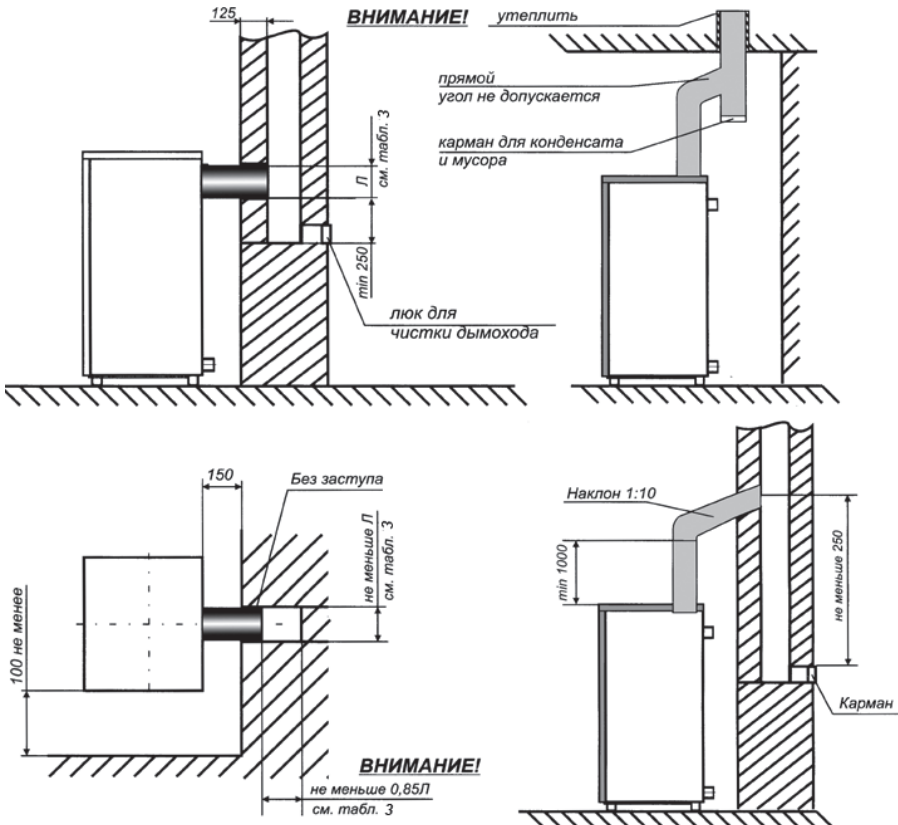

Рис. 4. Схема подключения котла к дымовому каналу и план установки котла
- 6.10. Присоединение котла к дымоходу (рис.4) должно осуществляться трубами из кровельной стали. Диаметр трубы должен быть не менее размера газохода котла. Трубы должны надвигаться одна на другую по ходу отвода продуктов сгорания не менее, чем на 0,5 своего диаметра, и быть уплотненными. Допускается подсоединять котёл к дымоходу гибким гофрированным металлическим патрубком при согласовании с газовой службой, но завод-изготовитель не рекомендует использовать гофрированный патрубок, так как могут возникнуть проблемы с тягой. Место соединения патрубка газохода с дымоходом должно быть герметичным. Не допускается подсоединять к дымоходу котла другие отопительные устройства и устанавливать на нем шибер.
а) дымоход, к которому подключается котел, как правило, должен быть расположен во внутренней капитальной стене здания, рис.4. При расположении дымохода в наружной стене толщина кладки должна соответствовать указанной в таблице 3: